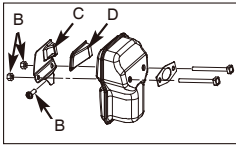

Fig. 17B
2. Retire los 2 tornillos que sujetan la tapa (C). (Fig. 17B)
3. Deseche la pantalla apagachispas (D) usada y sustitúyala por una nueva.